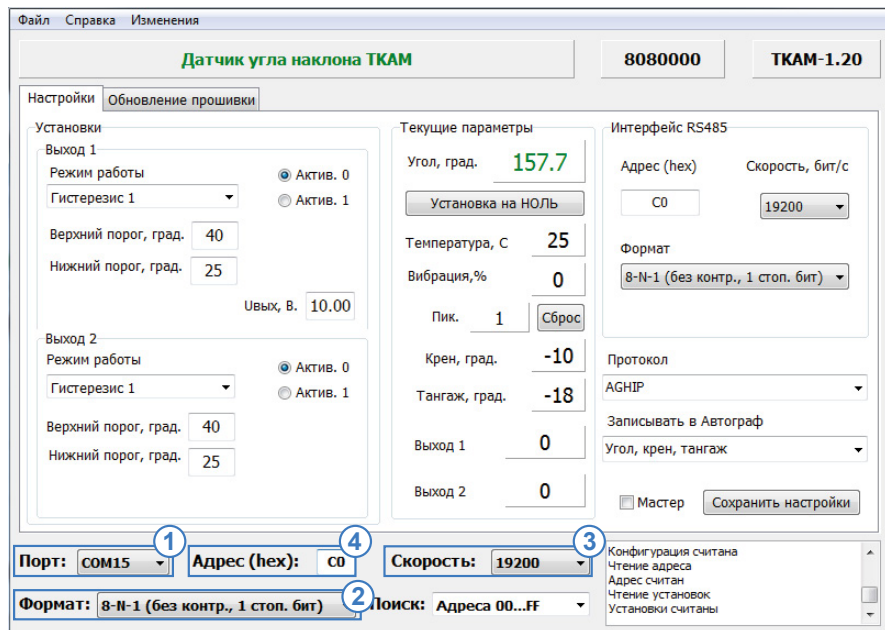

Рис.6. Поиск по адресам от 00 до FF.
- в программе «AGPConf» выберите COM-порт к которому подключается программатор «TKLS-Prog-485» (Рис.6, п.1). Посмотреть порт устройства можно в Диспетчере устройств системы, подключив предварительно программатор;
- настройте формат передачи, заданный в датчике (Рис.6, п.2). По умолчанию в датчиках установлен формат 8-N-1;
- выберите скорость передачи, заданный в датчике (Рис.6, п.3). По умолчанию – 19200;
- в поле «Адрес (hex)» укажите адрес датчика «ТКАМ», к которому необходимо подключиться (Рис.6, п.4);